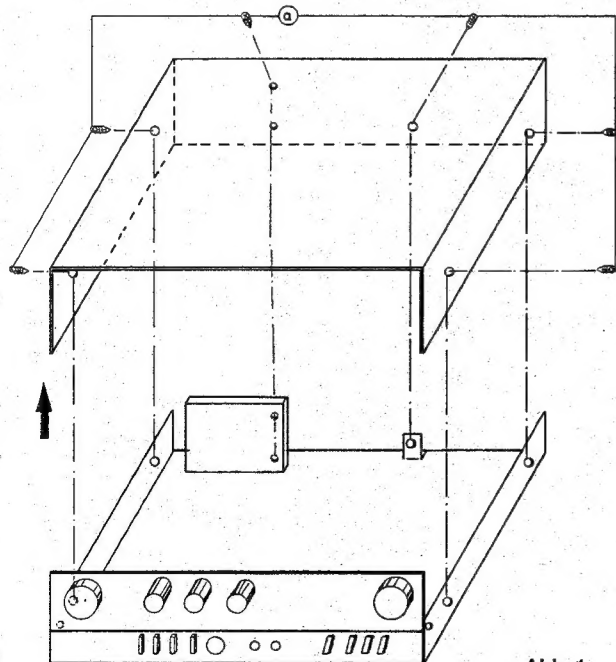

Abb. 1
2. Gehäuseoberteil abheben (Abb. 1).